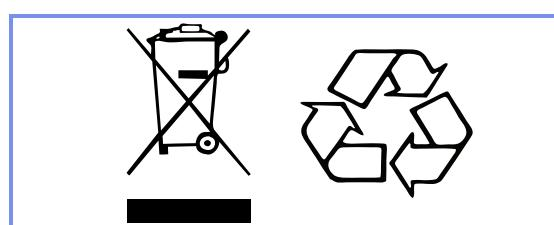

Figura 1
- Para el reciclado y desecho de las baterías deberán seguirse las reglas y regulaciones locales, de conformidad con la directiva sobre RAEE (residuos de equipos eléctricos y electrónicos). De no hacerse así, las baterías podrán explotar, soltar su contenido y causar lesiones personales. Al devolver las baterías, áfíle los bornes con cinta adhesiva. De lo contrario, la electricidad residual de las baterías usadas puede provocar incendios o explosiones. La figura 1 a continuación muestra los símbolos indicadores de desecho y reciclado.